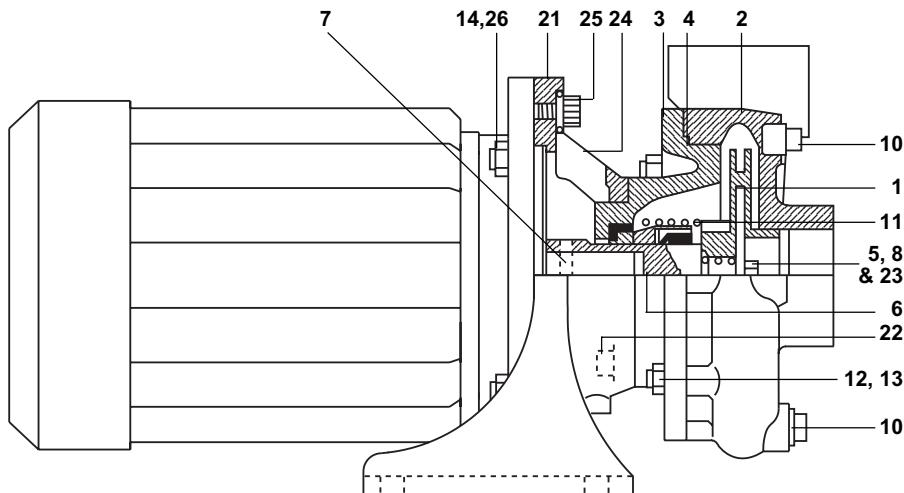

Рис. 8 Насос серии 'S'
6.6 Разборка насоса серии 'S' (Рис. 8)
- Снимите "улитку" (2) с плиты (3), и открутите болт рабочего колеса (правая резьба), снимите шайбу рабочего колеса (5) и само рабочее колесо (1).